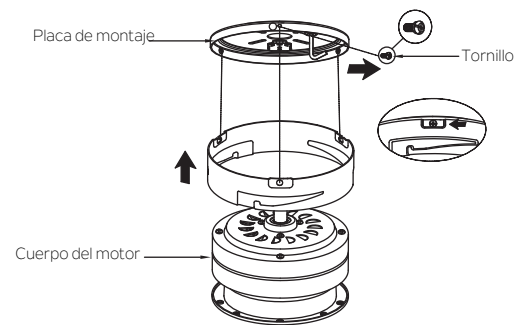

Fig. 11
Paso 1. Retire el tornillo marcado con una etiqueta con un punto a preinstalado en la placa de montaje y guárdelo para uso posterior. Afloje los otros dos (no los retire). (Fig. 11)
Paso 2. Levante el cuerpo del motor sobre la placa de montaje, coloque los dos orificios ovalados de la tapa de la placa de montaje sobre los 2 tornillos aflojados previamente de la placa de montaje. Haga girar la placa de montaje hasta que se trabaje en su lugar en el extremo angosto de los orificios principales. Asegure ajustando los 2 tornillos y el tornillo retirado anteriormente. (Fig. 11)